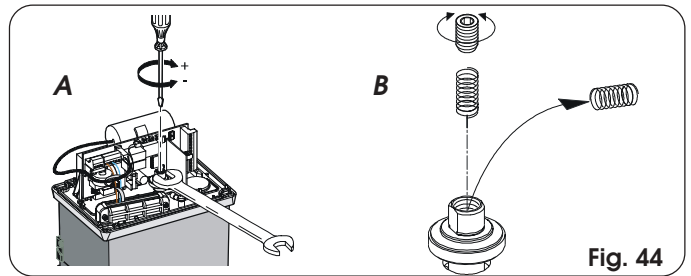

Fig. 44
- 2) Maintenir l'arbre moteur bloqué au moyen d'une clé anglaise et agir sur la vis de réglage de l'embrayage avec une clé pour vis à six pans creux ou un tournevis d'après la Fig. 44 Réf. A. Pour augmenter le couple, tourner la vis dans le sens des aiguilles d'une montre. Pour diminuer le couple, tourner la vis dans le sens inverse des aiguilles d'une montre.
- **L'opérateur est fourni en série avec un ressort de réglage de l'embrayage pour les portails jusqu'à 1000 kg. Pour les portails d'un poids supérieur, utiliser l'autre ressorts d'un poids supérieur, utiliser l'autre ressorts fourni. Pour remplacer le ressort, agir d'après la Fig. 44 Réf. B.**